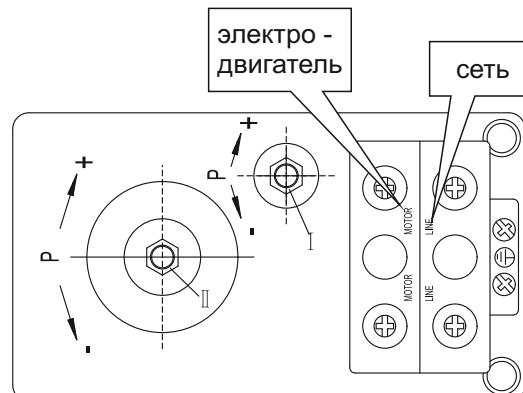

Рисунок 2
4. На крышке давления открутите крепежный пластмассовый винт с «—»-пазом (с прямым шлицом) и снимите крышку. Под крышкой расположены регулировочные гайки, указанные на рисунке 2 поз. (I), поз. (II).
5. Отрегулируйте предварительное давление в воздушной камере гидроаккумулятора насосной станции (резервуаре-накопителе), которое должно быть равно 1,5 бар. Со стороны воздушной камеры на корпусе гидроаккумулятора (с противоположной стороны от резьбового штуцера для подсоединения к системе водоснабжения) расположена декоративная крышка, под которой находится пневмоклапан (штуцер с золотником). Для создания необходимого давления можно использовать, например, автомобильный насос с манометром, подсоединив его к пневмоклапану. Добейтесь чтобы давление в воздушной камере гидроаккумулятора было равно 1,5 бар (атм.). Если есть необходимость произвести регулировку реле, следуйте приведенной ниже инструкции (рис. 2):
- проверните гайку (II) по часовой стрелке - так достигается установка более высокого предела отключения электронасоса по требуемой величине давления в системе водоснабжения;
- проверните гайку (I) против часовой стрелки - таким образом повышается разница между режимом включения и отключения реле давления электронасоса.